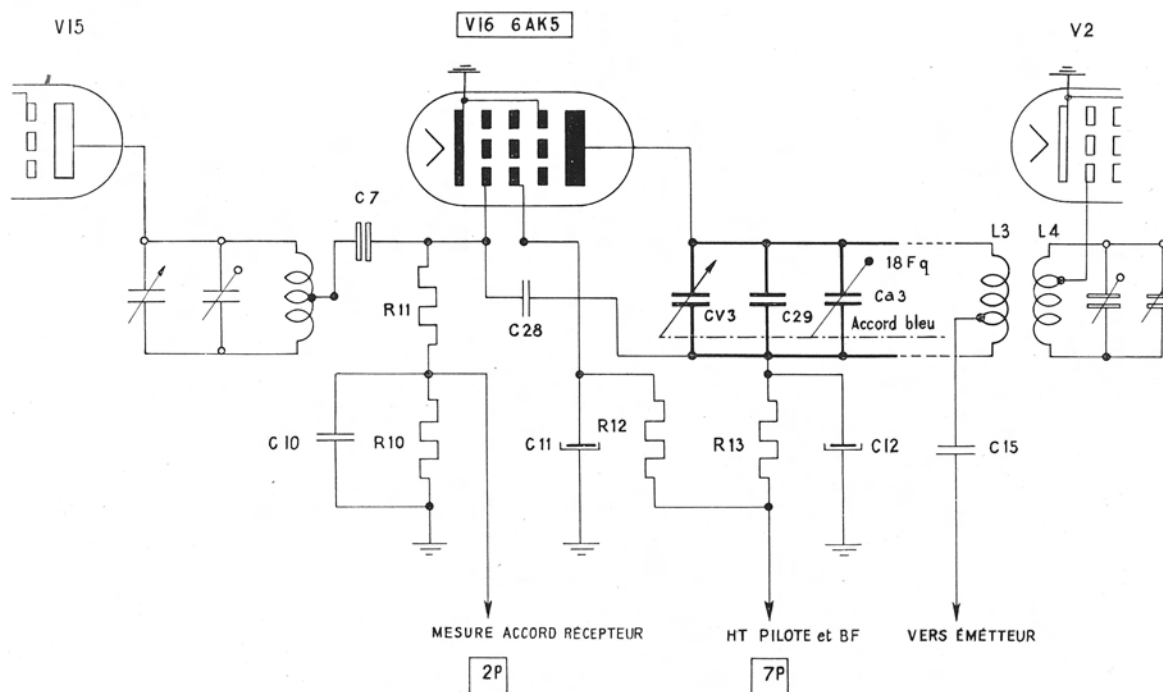

Fig. 3. — Amplificateur 18 Fq.
c) **Amplificateur VHF** (18 Fq) (fig. 3).